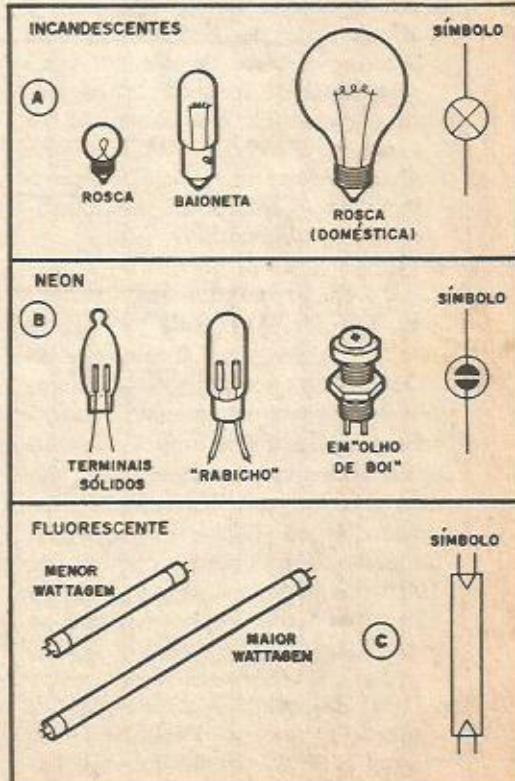

Fig. 1
FIG. 1 - LÂMPADAS INCANDESCENTES - As mais utilizadas no dia-a-dia! Estão aí, no teto da sua sala, nos faróis dos automóveis, no refletor da sua lanterna de pilhas, etc. São normalmente construídas de maneira muito simples (e por isso são - geralmente - as mais baratas "fontes de luz"...): um bulbo ou ampola de vidro (a forma, em si, não é muito importante, e pode variar, assim como o tamanho...) contendo um FILAMENTO metálico (geralmente de tungstênio) ligado, externamente ao bulbo, a contatos metálicos (de formas diversas) através dos quais podemos fornecer CORRENTE ao dito FILAMENTO. Esse filamento apresenta uma certa RESISTÊNCIA que, ao ser percorrida pela CORREN-
- FIG. 1-B - LÂMPADAS DE GÁS - As mais comuns, em Eletrônica, lâmpadas de gás (por ionização) são as lâmpadas de NEON, também construídas industrialmente de maneira simples: num bulbo de vidro (geralmente de pequenas dimensões...) é feito vácuo (retira-se o ar de lá) e introduz-se, sob baixa pressão, gás Neon. No interior do bulbo ou ampola, são dispostos dois eletrodos metálicos, externamente acessíveis através de terminais ou fios (ou ainda "rosca", "baioneta", etc.). Assim que aplicada certa tensão (normalmente um mínimo que vai de 50 a 90 volts) o gás nobre (Neon) contido do interior da lâmpada, e que inicialmente não era condutor, ioniza-se (entra em "ignição") permitindo a passagem de corrente, sob a qual emite uma luminosidade amarela ou alaranjada característica (outros gases, quando ionizados, emitem luminosidade em outras cores...). Na figura temos alguns dos "modelos" mais comuns de lâmpadas de Neon, da esquerda para a direita: lâmpada mini, com terminais sólidos, mini, com terminais em "rabicho" (fios flexíveis isolados) e mini, já encapsulada em "olho de boi" (pequeno receptáculo, com vidro ou plástico difusor à frente). Ainda na figura, temos o símbolo adotado para representação das lâmpadas de Neon, nos "esquemas" de circuitos.